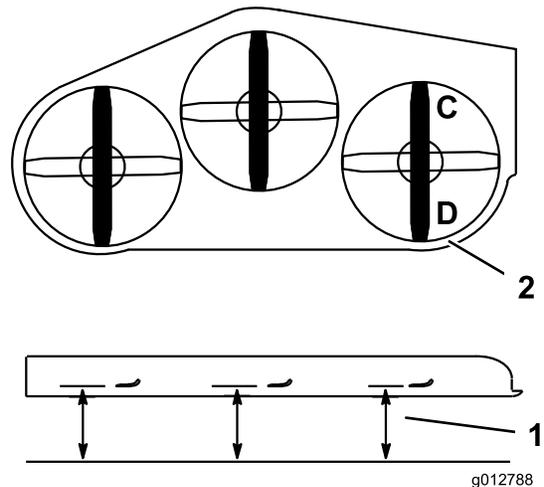

図 85
1. 右側のブレードを前後方向に向ける (図 85)。
2. C位置で、平らな床面から右側ブレードの刃先までの高さを測り、測定値を記録する (図 85)。
3. D位置で、平らな床面から右側ブレードの刃先までの高さを測り、測定値を記録する (図 85)。
4. C位置におけるブレードの高さが、D位置におけるブレードの高さよりも6~10 mm低ければ適正である (図 85)。高さの差がこの範囲にない場合には以下の手順で調整する。